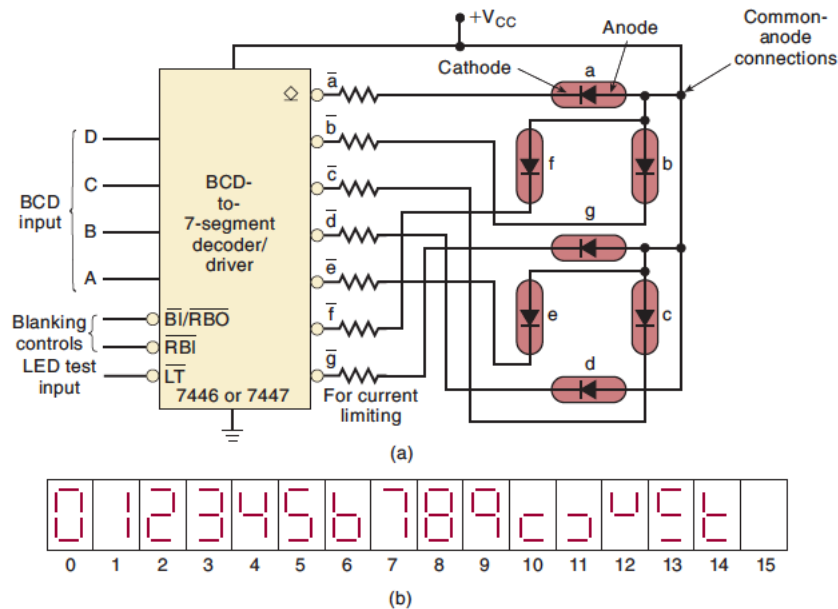

Figura 1 - (a) Decodificador/controlador de BCD a 7 segmentos con ánodo común; (b) patrones de segmentos para todos los posibles códigos de entrada.
La figura 1(a) muestra una imagen de lo que sería un decodificador BCD de 7 segmentos (TTL 7446 ó 7447) conectado a su respectivo display. Podemos observar que el decodificador tiene un total
Observe en la misma figura 1(a) que cada segmento del display consiste en un LED (diodo emisor de luz). En este ejemplo todos los ánodos de los LEDs están conectados a V_{CC} (+5V). Los cátodos de los LEDs se conectan, a través de resistencias limitadoras de corriente, a las salidas apropiadas del decodificador/controlador, el cual tiene salidas activas en BAJO que son transistores de colector abierto y pueden drenar una corriente bastante grande, ya que las lecturas de los LEDs pueden requerir de 10 a 40 mA por segmento, dependiendo de su tipo y de su tamaño.
Los decodificadores/controladores 7446/47 están diseñados para activar segmentos específicos, aún para códigos de entrada que no sean BCD (mayores de 1001). La figura 1(b) muestra los patrones de segmentos activados para todos los posibles códigos de entrada, desde 0000 hasta 1111. Observe que un código de entrada de 1111 (15) borrará todos los segmentos.